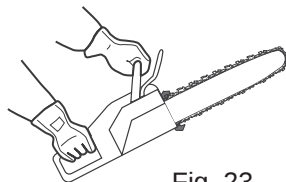

Fig. 23
- > Prenez la poignée avant [1] avec la main gauche, en l'entourant bien entre le pouce et les doigts. Prenez la poignée arrière [11] avec la main droite en l'entourant bien entre le pouce et les doigts (Fig. 23).